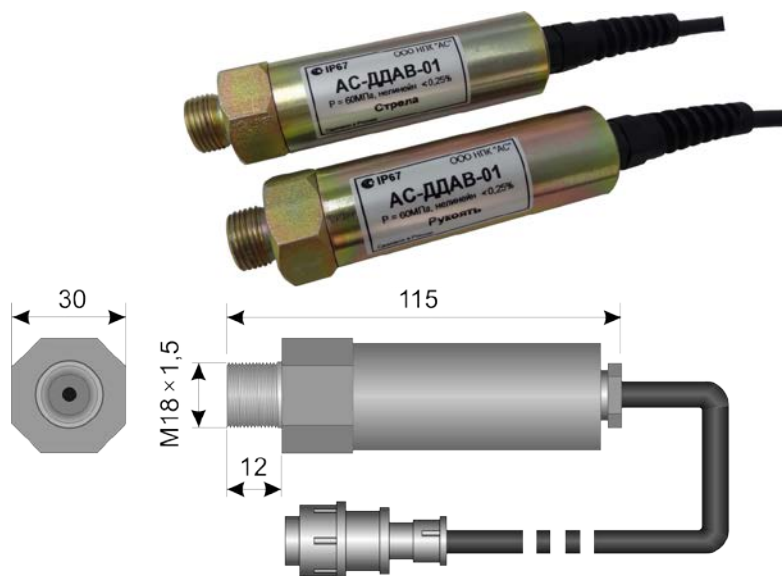
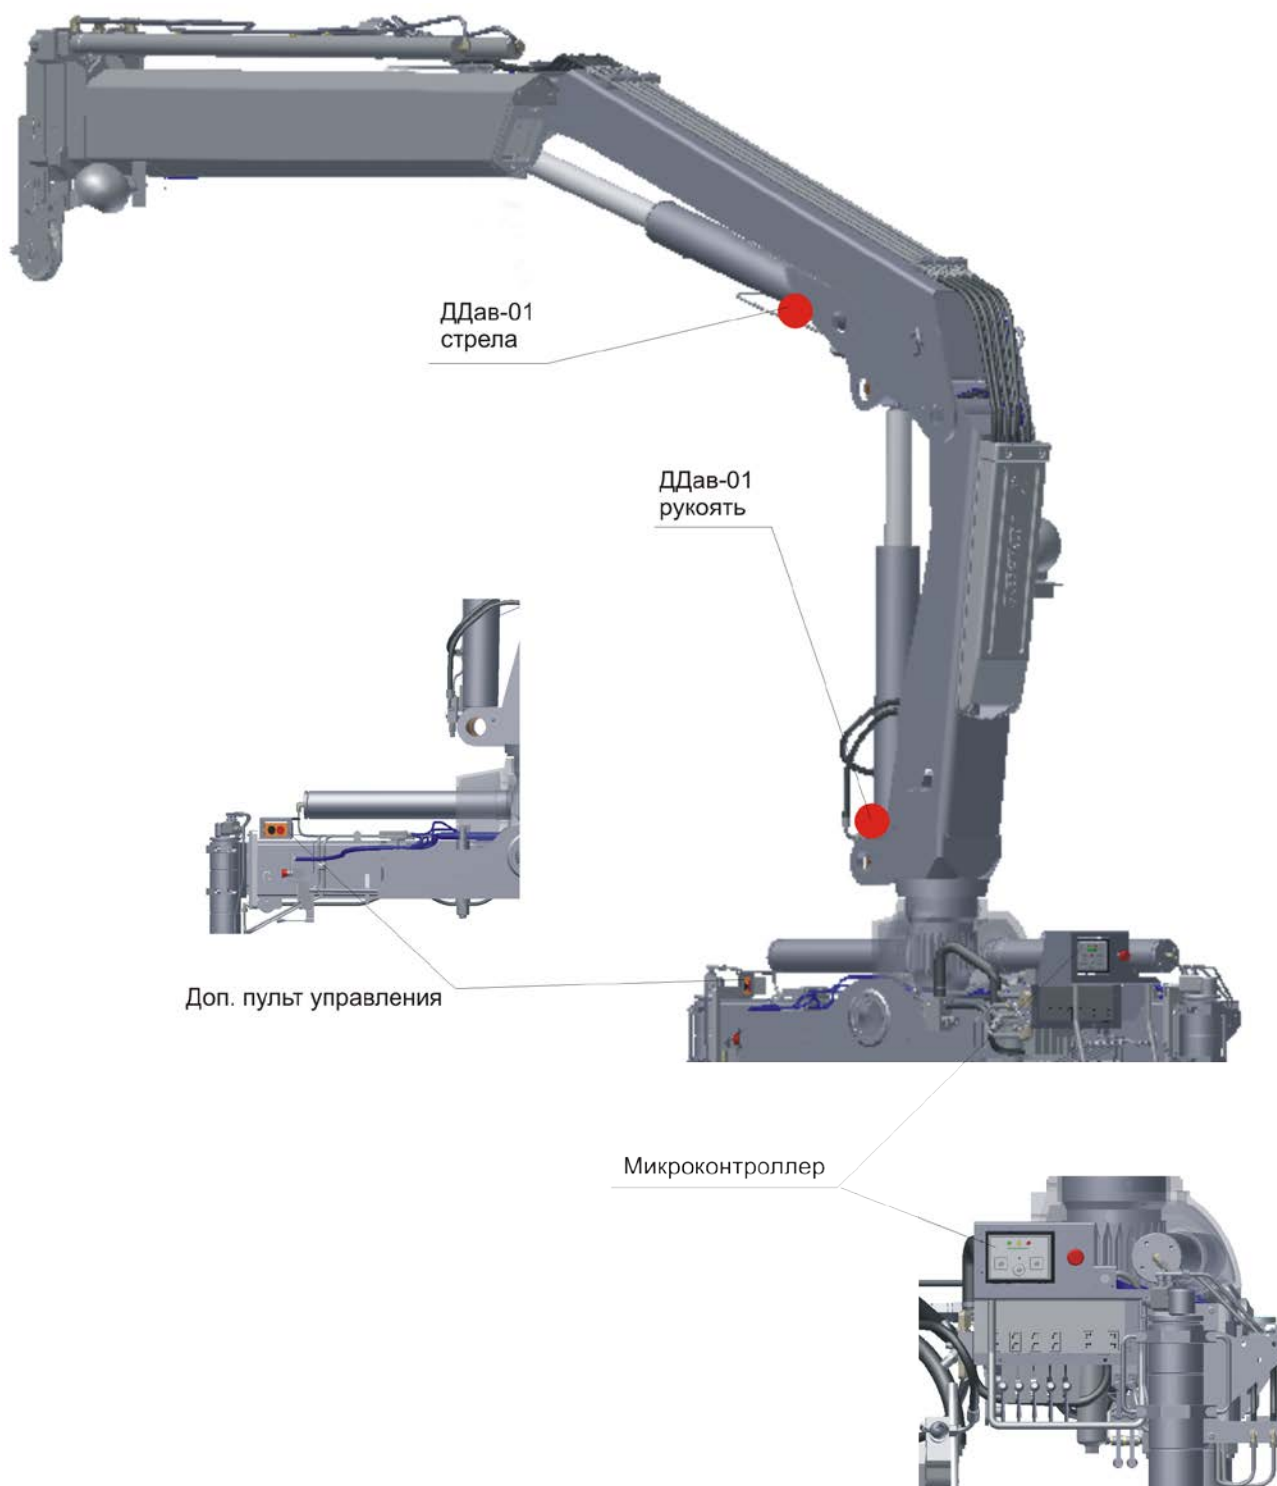

Рис. 2
Рис. 3
6.4.2. Для функционирования АОГ к его входам должны быть подключены датчики давления в поршневых полостях гидроцилиндров подъема стрелы и рукояти, рис.2.
6.5. Датчик давления, рис.2, представляет собой прибор, преобразующий величину давления в электрический сигнал. В данной модификации АОГ используется два датчика давления: один - измеряющий давление в поршневой полости гидроцилиндра подъема стрелы, а второй - в поршневой полости гидроцилиндра подъема рукояти.
7.1. Составные части системы АОГ размещаются и закрепляются на кране на заранее подготовленных местах в соответствии со схемой размещения Рис.3.
П1.5. Нажать кнопку 8 "Блокировка". Прозвучит звуковой сигнал, произойдет заполнение верхней шкалы 4 "Стрела", рис.2 и система перейдет в режим настройки рукояти, Рис.3. Мигают индикаторы 1,2,3, заполнены зеленые сегменты шкалы 4 "Стрела", горит 1 сегмент на шкале 4 "Рукоять".